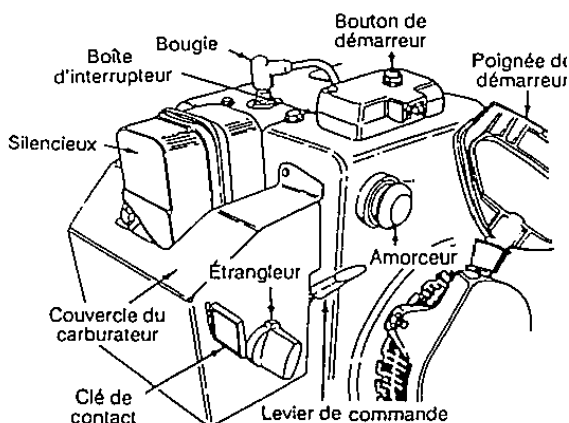

FIGURE 14
3. Placez la manette de l'obturateur à la position RAPIDE . Enfoncez la clé dans la fente. Voir la figure 14. Assurez-vous qu'elle se met bien en position. Ne tournez pas la clé.
6. Enfoncez le bouton du démarreur pour faire tourner le moteur. Voir la figure 14. Pendant que vous faites tourner le moteur, déplacez le bouton du volet de départ à la position **VOLET FERMÉ**.
5. Appuyez deux ou trois fois sur le bouton de l'amorceur. Voir la figure 14.
6. Tirez lentement sur la poignée du démarreur (voir la figure 14) jusqu'à ce que vous sentiez une légère résistance. Laissez la corde s'enrouler lentement.